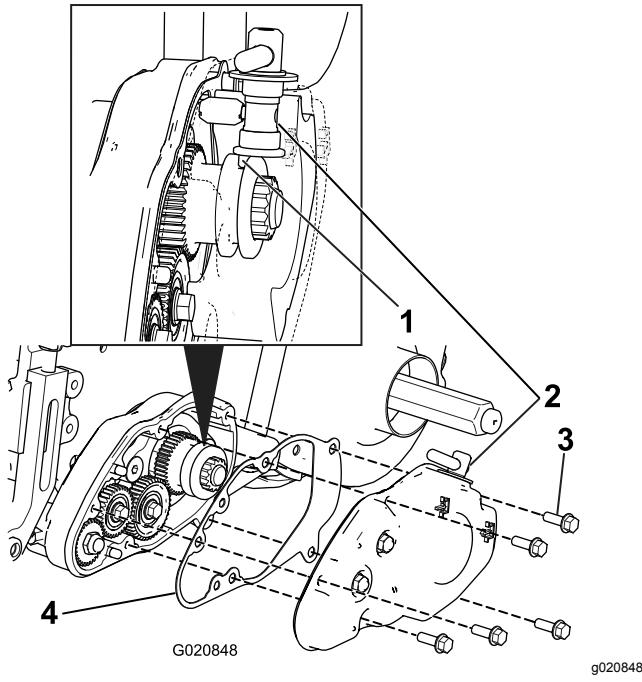

Figure 16
2. Placez le joint sur les goupilles de centrage du carter du groomer (Figure 16).
- 3. Montez le couvercle sur le carter du groomer en insérant la goupille de commande de l'embrayage dans la rainure du pignon d'entraînement (Figure 16).
- 4. Fixez le couvercle avec 5 boulons à embase (Figure 16) et serrez-les à un couple de 9,6 à 10,5 N·m.